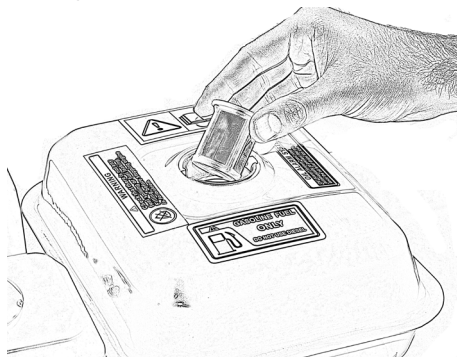

Bild 22
- Öppna tanklocket och ta bort tankens sil, fig. 22.